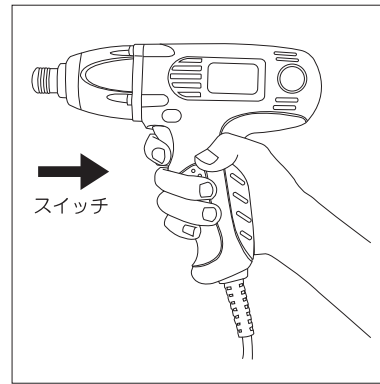

図2
■スイッチの操作(図2)
Ⓒ 作業中は落下防止のため、吊りひもに手を通してご使用下さい。(図2参照)